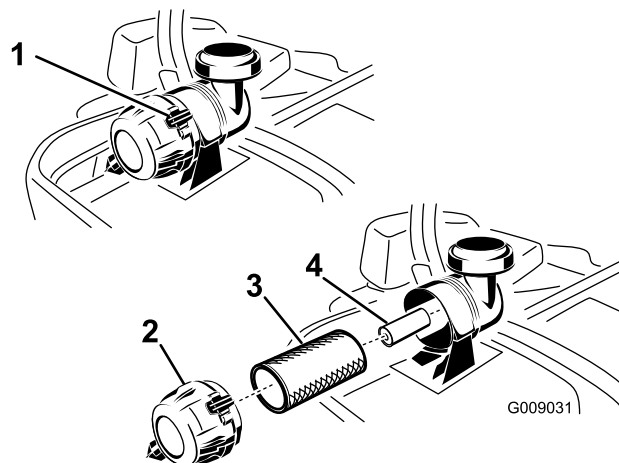

Figure 36
3. Appuyez sur les attaches du filtre à air pour les ouvrir et détachez le couvercle du corps du filtre à air (Figure 36).
5. Sortez l'élément principal du corps du filtre avec précaution (Figure 36). Évitez de cogner l'élément à l'intérieur du corps.
1. Ne nettoyez pas l'élément en papier ; remplacez-le (Figure 36).
2. Si vous remplacez l'élément secondaire, insérez-le avec précaution dans le corps du filtre (Figure 36).
3. Placez ensuite l'élément principal sur l'élément secondaire avec le même soin (Figure 36). Assurez-vous qu'il est bien engagé en appuyant sur le rebord extérieur.
- Montez le couvercle, reniflard en bas, et tournez-le pour que les attaches verrouillent le couvercle en place (Figure 36).